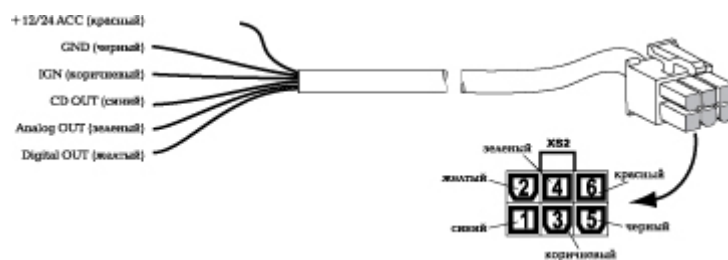

Рисунок 6.
4. Подключите контрольный блок 1 к бортовой сети автомобиля при помощи соединительного кабеля 6. Назначение соединительных проводов кабеля 6 приведено на рис.6
18. При помощи двухстороннего скотча и/или четырех саморезов, поставляемых в комплекте с устройством, зафиксируйте контрольный блок 1 в салоне автомобиля. Подключите необходимые проводники кабеля 6 согласно рис.6.